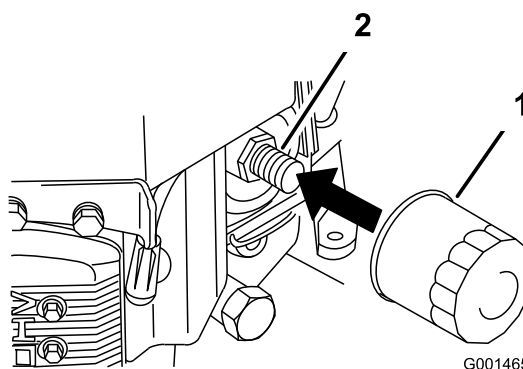

Figure 31
2. Retirez le filtre usagé (Figure 31).
3. Appliquez une fine couche d'huile neuve sur le joint en caoutchouc du filtre de rechange (Figure 31).
4. Posez le filtre à huile de rechange sur l'adaptateur, tournez le filtre dans le sens horaire jusqu'à ce que le joint en caoutchouc touche l'adaptateur, puis serrez le filtre de 3/4 de tour supplémentaire (Figure 31).